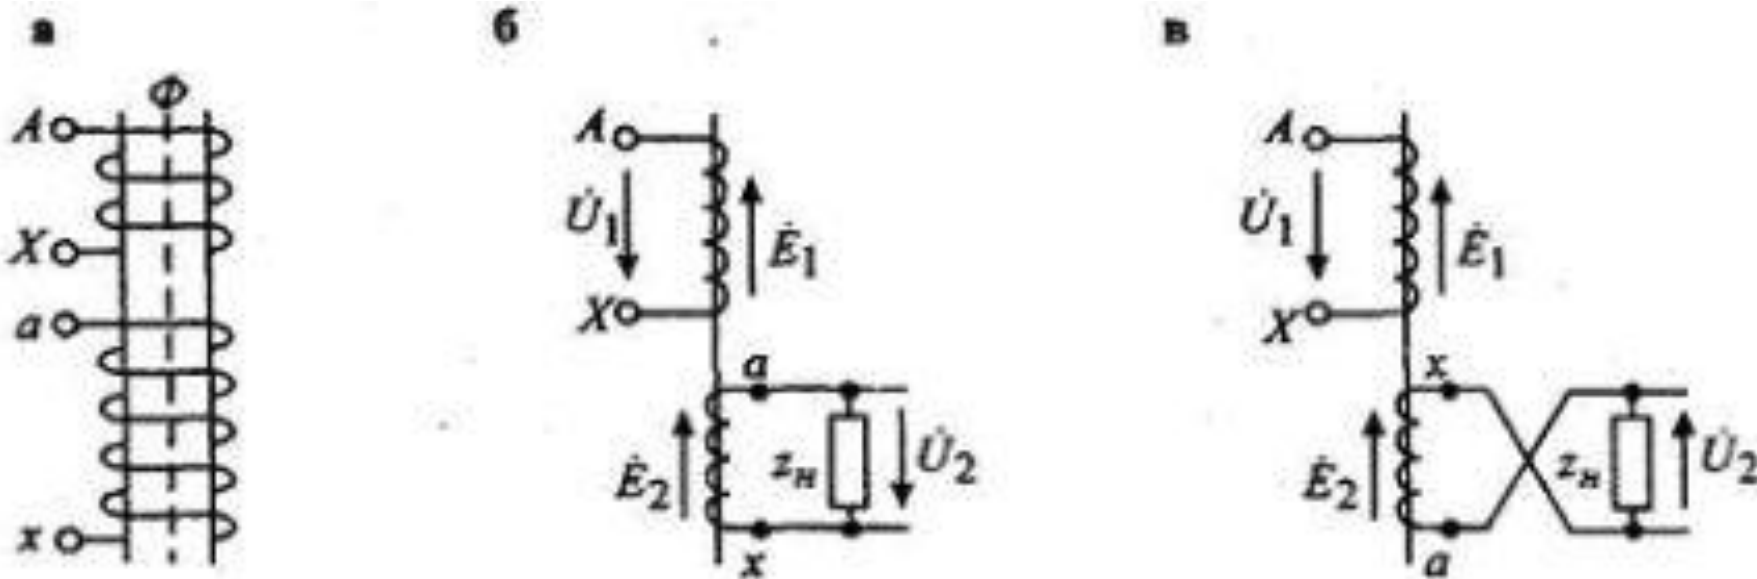

Рис. 2.
- Обе обмотки расположены на одном стержне и имеют одинаковое направление намотки (рис. 2а).
- Тогда ЭДС E_1 и E_2 будут совпадать по фазе и соответственно будут совпадать напряжение сети U_1 и напряжение на нагрузке U_2 (рис. 2 б).
- Если теперь во вторичной обмотке принять обратную маркировку зажимов (рис. 2 в), то по отношению к нагрузке ЭДС E_2 меняет фазу на 180° . Следовательно, и фаза напряжения U_2 меняется на 180° .